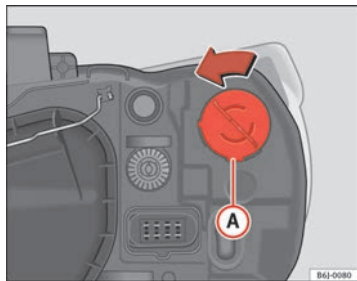

Abb. 138 Blinker bei
- Die Fassung ⇒ Abb. 138 **A** nach links drehen und ziehen.